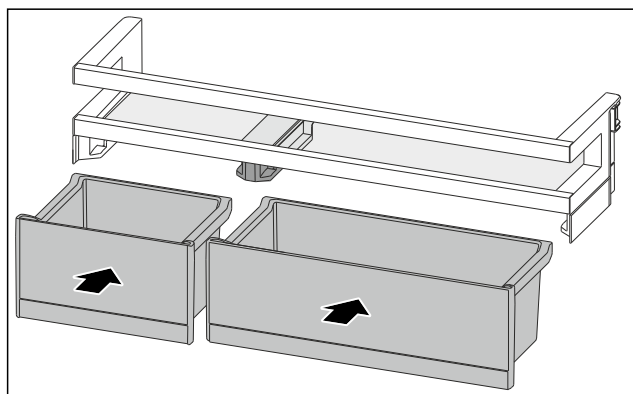

Fig. 88
- Coloque los VarioBoxes en disposición intercambiada. (consulte Fig. 88)